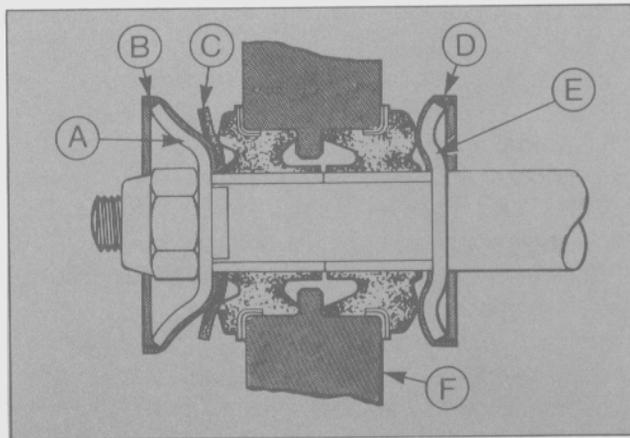

Fig. 11. Sujeción de la barra estabilizadora al brazo inferior
- Extraer la tuerca de retención de la barra estabilizadora. Retirar la arandela cóncava, su cubrearandela, la arandela especial y el aislador (Fig. 11).
- Ubicar los aisladores, las arandelas, cubrearandelas, y arandela especial en su posición correcta (Fig. 11).